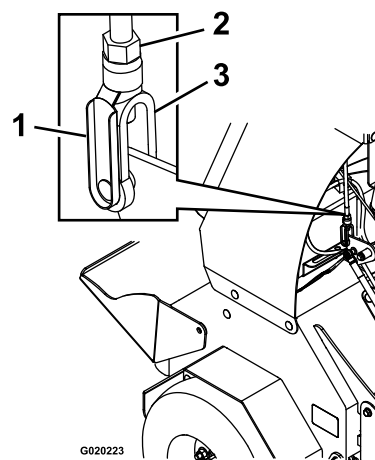

Figure 59
- B. Retirez l'axe élastique de la chape sur la timonerie de commande de déplacement (Figure 59).
- Si le levier de commande **touche la barre de référence**, tournez la chape (Figure 59) dans le sens horaire (vu du haut de la machine).
à 1,6 mm (1/16 po), tournez la chape (Figure 59) dans le sens antihoraire.
- D. Reposez l'axe de chape élastique (Figure 59) et avancez le levier de commande.
- F. Retirez l'axe de chape élastique, tournez le tendeur dans le sens horaire d'un tour supplémentaire, puis remettez l'axe de chape en place (Figure 59).